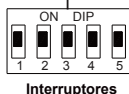

Figura 4
4. Para configurar el código del mando a distancia, Mueva los interruptores de código hasta colocar el código de selección en la posición arriba o abajo. Con un destornillador pequeño o con una lapicera (no se incluye) deslice firmemente hacia arriba o hacia abajo. (Figura 4)